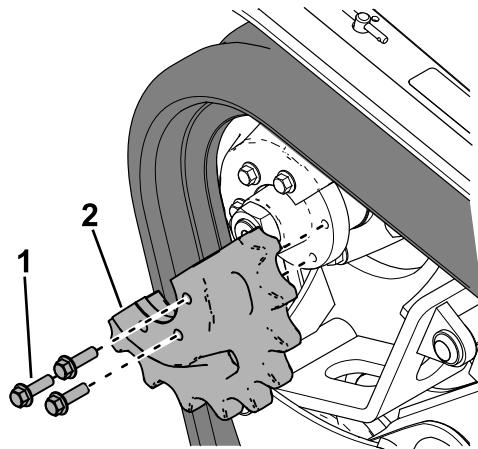

Figure 28
- Retirez les 3 boulons qui fixent la moitié de pignon qui n'est pas engagée sur la chenille (Figure 28).
6. Appliquez du frein-filet sur les boulons du demi-pignon d'entraînement que vous avez retiré et posez le demi-pignon (Figure 28). Serrez les boulons à un couple de 95 à 115 N·m.